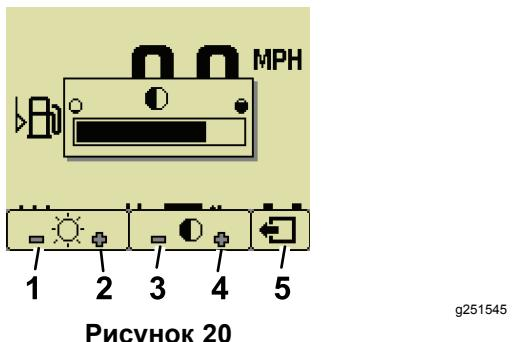

Рисунок 20
- Нажимайте значки «плюс» и «минус» для изменения яркости/контрастности во всплывающей полосе меню (Рисунок 20).